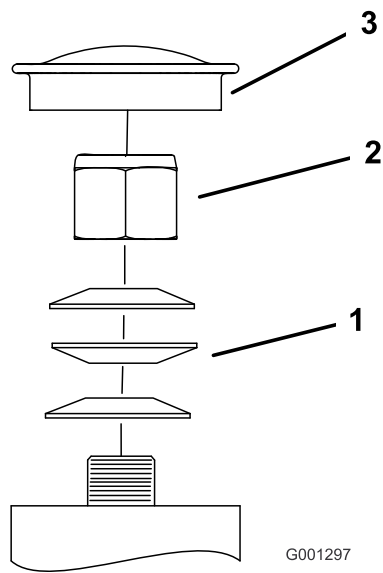

Figura 66
3. Retire el tapón guardapolvo de la rueda giratoria y apriete la contratuerca (Figura 66).
4. Apriete la contratuerca hasta que las arandelas de muelle estén planas, luego afloje  $\frac{1}{4}$  de vuelta para establecer la pre-carga correcta de los cojinetes (Figura 66).
**Importante:** Asegúrese de que las arandelas de muelle están correctamente instaladas, según se muestra en Figura 66.
5. Coloque el tapón anti-polvo (Figura 66).